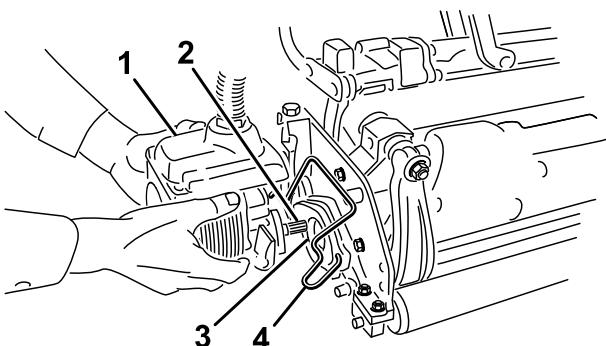

Bild 14
11. Schmieren Sie die Keilwelle des Schneideeinheitmotors mit sauberem Fett ein (Bild 14).
12. Setzen Sie den Motor in die linke Seite der Schneideeinheit (aus Sicht der Bedienerstellung) und ziehen die Motorbefestigungsstange an der Schneideeinheit zum Motor, bis Sie einen deutlichen Klick von beiden Seiten des Motors hören (Bild 14).